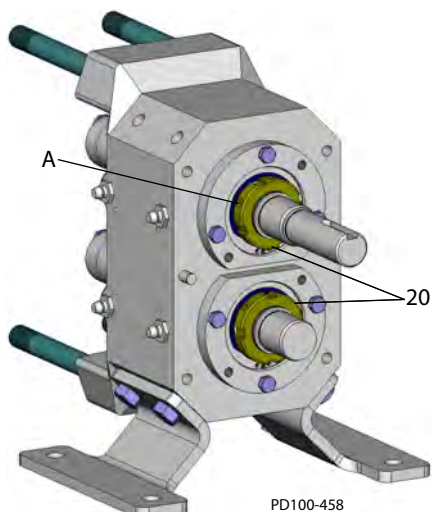

Рисунок 51 - Закрепите установочные винты
4. Закрепите или ослабьте стопорную гайку подшипника (Рисунок 51, пункт 20) для достижения момента затяжки, как показано в Таблица 6.
5. Затяните блокировочный установочный винт(ы) (Рисунок 51, пункт А) в стопорных гайках подшипника (позиция 20).